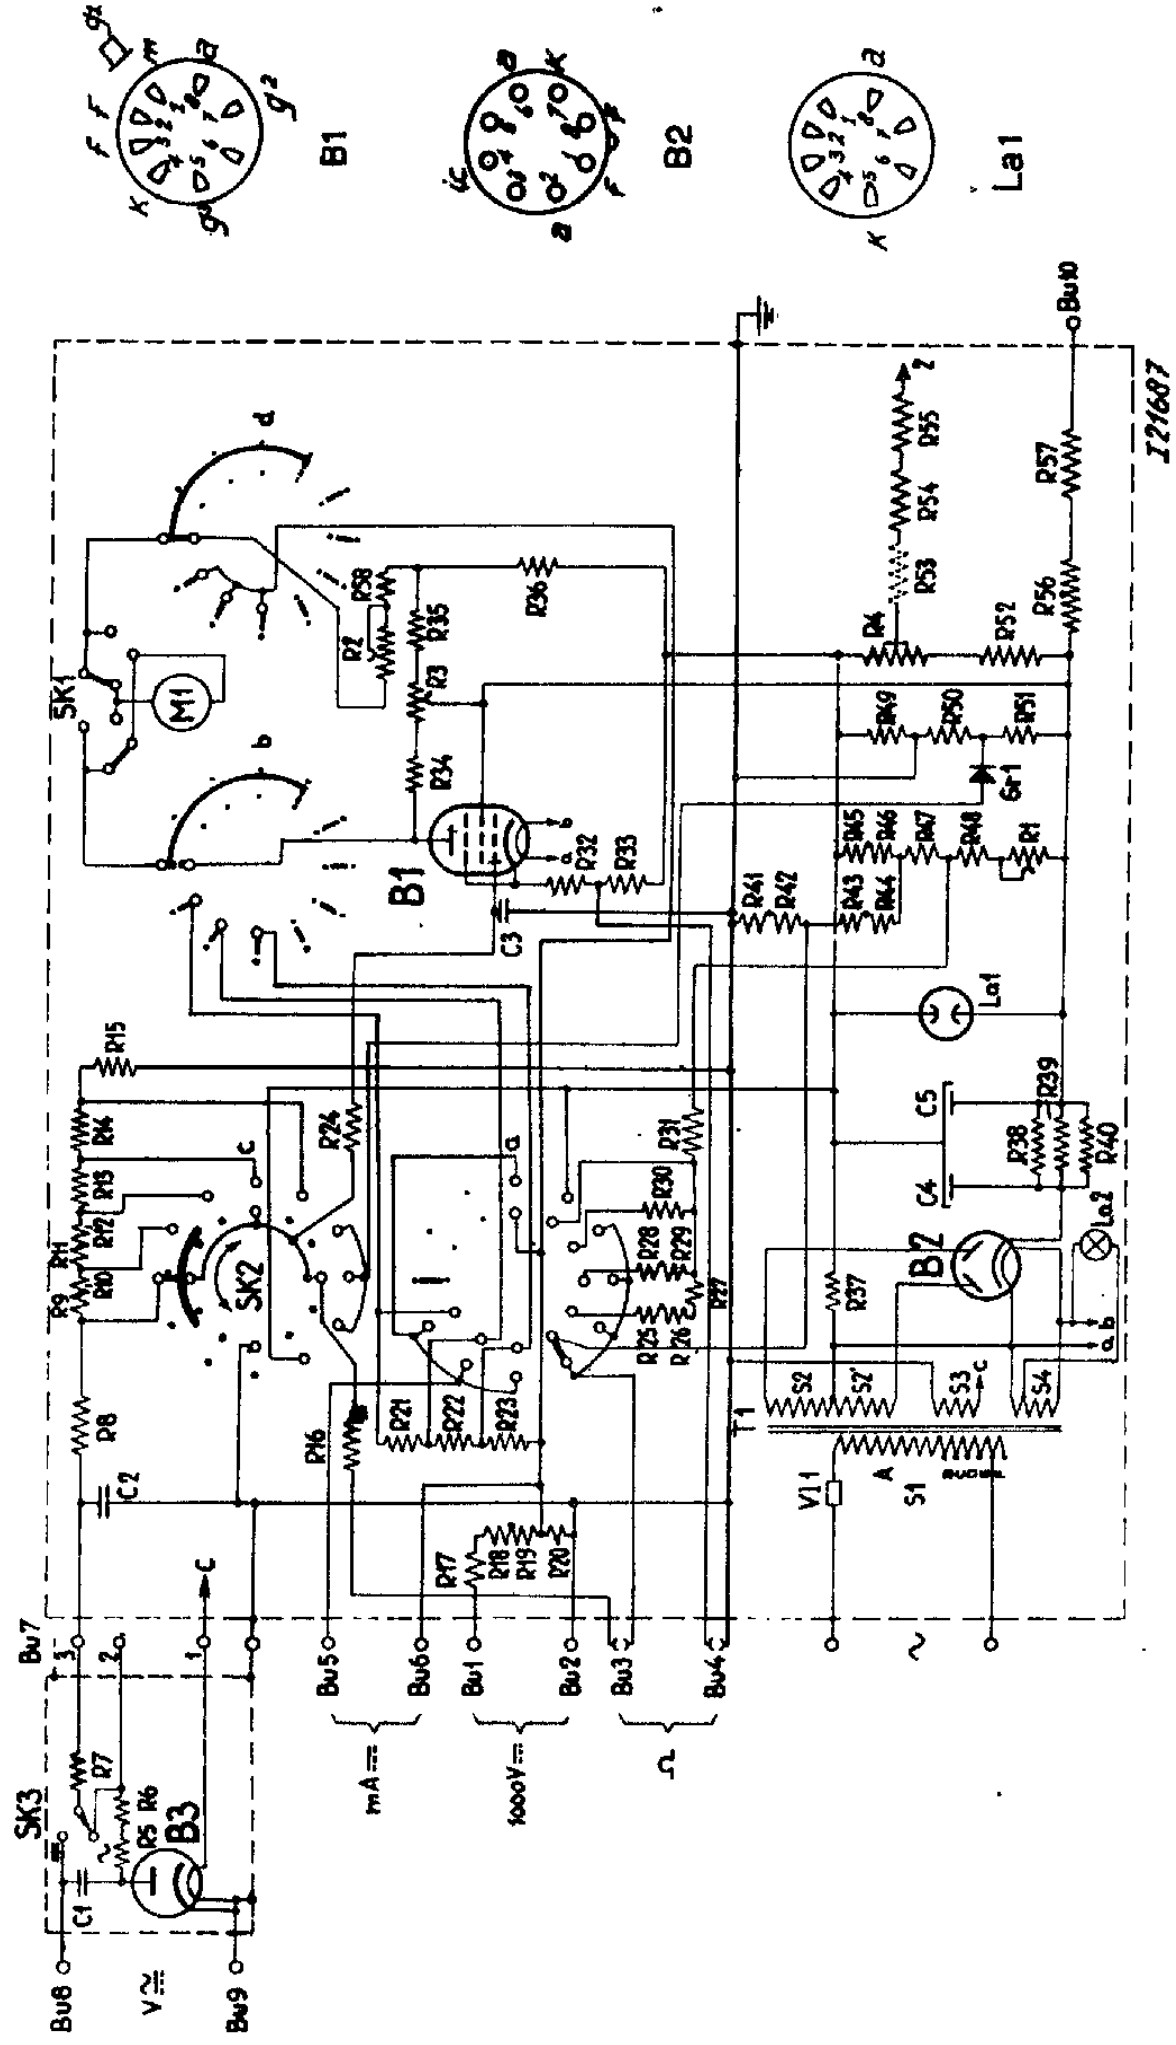
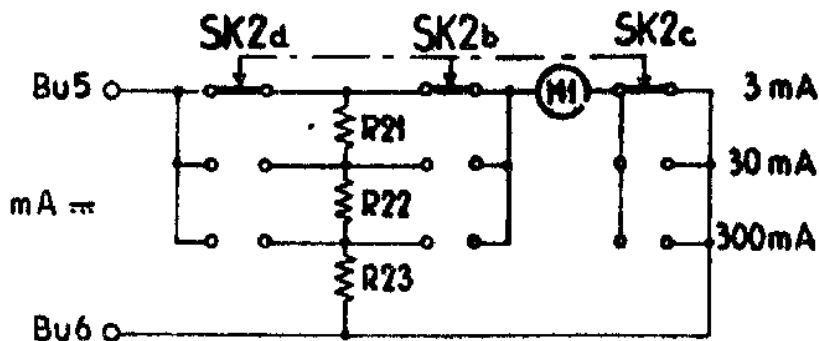

Fig.1
Fig.2
BESCHRIJVINGa. Stroomgebieden (gelijkstroom) (zie fig.2)
Voor deze metingen behoeft het apparaat niet aan het net te worden aangesloten. De meter M1 wordt in de te meten keten opgenomen via de aansluitklemmen Bu5 en Bu6. Indien de meter verkeerd om uitslaat, schakelaar SK1 omschakelen (zie fig.1). In fig.2 is SK1 weggelaten.
f. Voeding (fig.1)